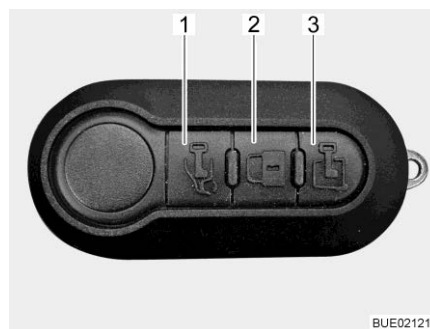

Fig. 64 Télécommande multifonction (3 touches)
- Déverrouiller la porte chauffeur : ■ Appuyer une fois brièvement sur la touche  (Fig. 64,1). La porte chauffeur est déverrouillée.
- Déverrouiller la porte cellule : ■ Appuyer une fois brièvement sur la touche  (Fig. 64,3). La porte cellule est déverrouillée.
- Appuyer une fois brièvement sur la touche  (Fig. 64,2). Toutes les portes sont verrouillées.